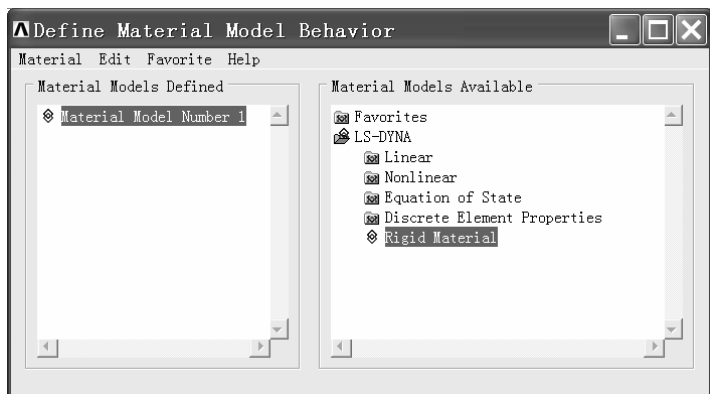

图 10-63 “Define Material Model Behavior” 窗口
(1) 依次选择 Main Menu>Preprocessor>Material Props>Material Models, 出现“Define Material Model Behavior”窗口（见图 10-63）。